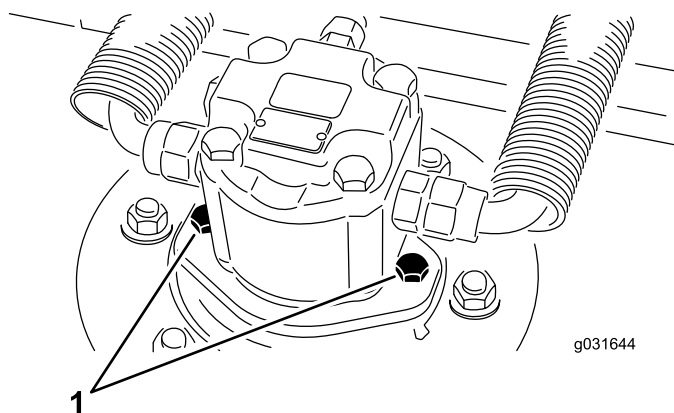

Figura 65
2. Rimuovete le viti di montaggio del motore idraulico e scollegate e staccate il motore idraulico dal piatto di taglio (Figura 65).
4. Utilizzando le viti di montaggio del motore idraulico, montate il motore idraulico sul piatto di taglio (Figura 65).